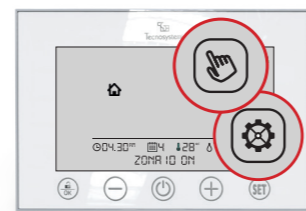

Fig. 9
**5.1** Premere il tasto per 3 secondi verificando l'accensione del simbolo e il lampeggio del simbolo (Fig. 9).